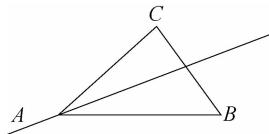

图 3-6 使用构造线二等分角
(4)二等分(B): 创建角的平分线。使用该选项创建的构造线平分指定的两条相交线之间的夹角，且通过该夹角的顶点。在绘制角平分线过程中，AutoCAD 系统将要求依次指定角的顶点、起点及端点。如图 3-6 所示，用构造线中二等分命令平分直线 AC 和直线 AB 组成的角。